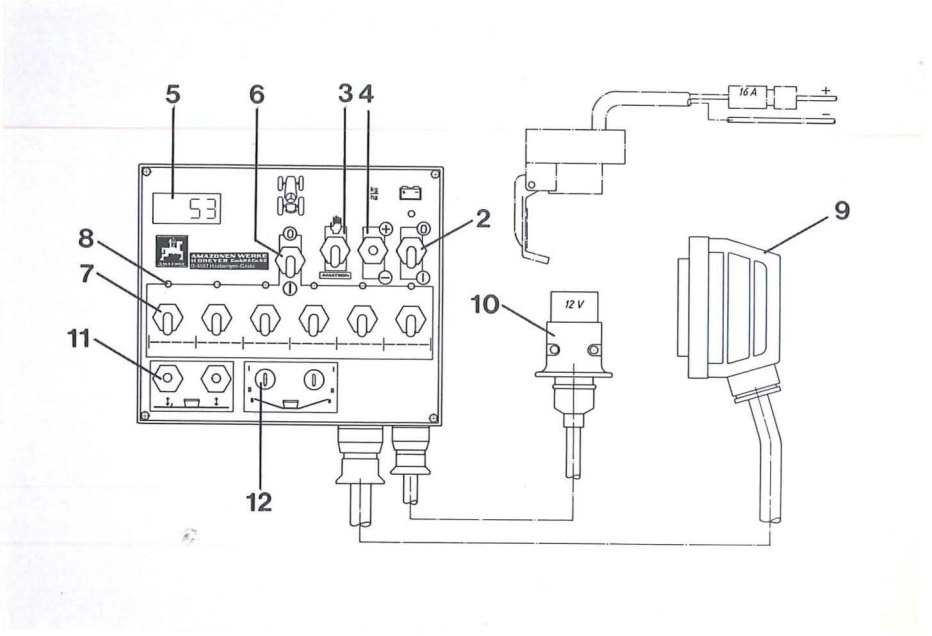

Fig. 8
3.6 Fernbedienungsarmatur mit digitaler Drehzahlanzeige (Fig. 8)
Wenn Sie den Taster (11) auf der Fernbedienungsarmatur (Fig. 8) bedienen, wird über ein Ventilsystem der Ölrücklauf gesperrt und zu den Hydraulikzylindern am Ausleger geleitet. Die Ausleger rechts und links sind getrennt bedienbar. Drücken Sie den Taster nach unten, so wird der Ausleger ausgeklappt bzw. gesenkt; umgekehrt wird bei Tasterstellung „oben“ der Ausleger angehoben.